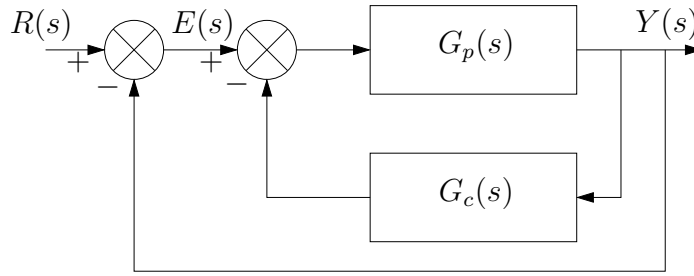

Figura 10: Diagrama de blocos do sistema em malha fechada.
15. Considere o diagrama de blocos mostrado na Figura 10 em que